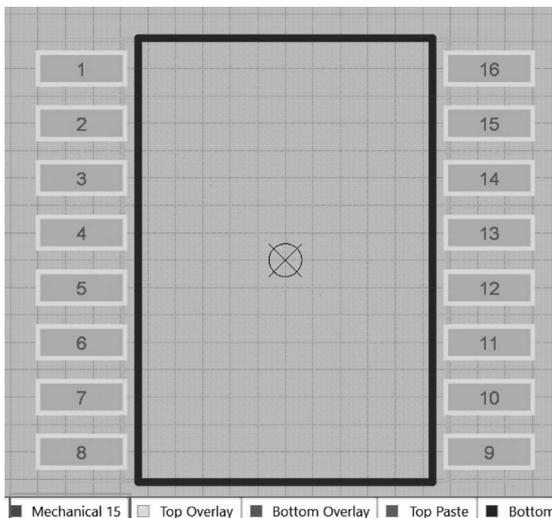

图 3-37 绘制物理边界
(11) 绘制封装物理边界。封装物理边界指的是该封装所占用的实际尺寸,物理边界内不可以放置其他封装。在 Mechanical 层上,选择 Place→Line 命令,绘制矩形轮廓,如图 3-37 所示,在层管理器中可以添加物理层绘制焊盘。